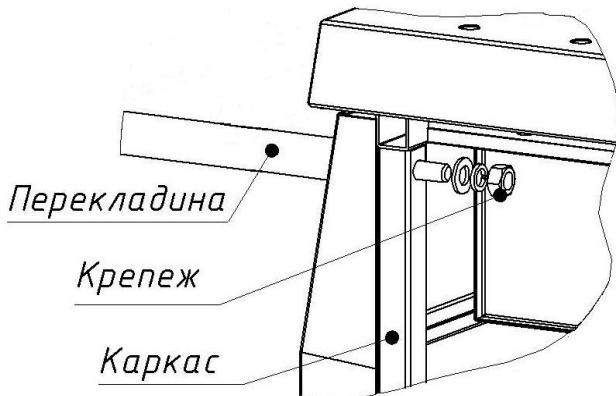

Рис.8 – Установка перекладины
– установите перекладины резьбовыми осями в отверстия на фронтальной стороне изделия так, чтобы монтажные отверстия поперечин «смотрели» вверх, и закрепите их с помощью комплекта крепежа M12 на каркасе изделия (рис.8);